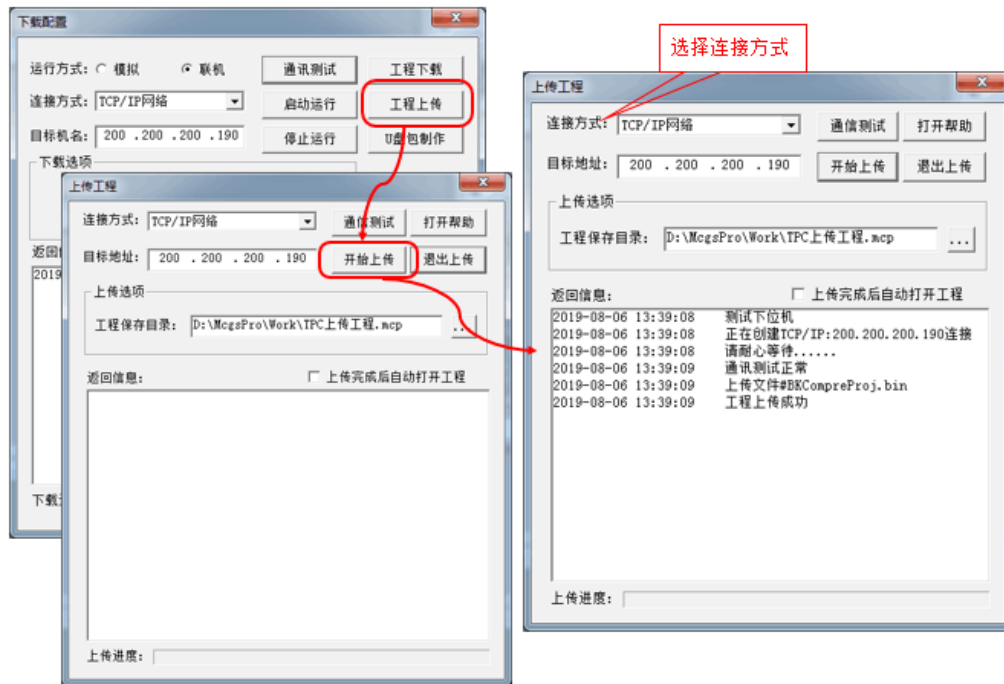

图 3.5.4
- 检查电脑 IP 和触摸屏 IP 是否在同一网段（设置方法参考 3.2.2）。打开 McgsPro 组态软件，点击  (或按 F5)，打开“下载配置”窗口。点击“工程上传”按钮，进入“上传工程”界面，通讯方式选择“TCP/IP 网络”，目标地址填写触摸屏 IP，点击“开始上传”。上传成功后，工程将会保存在“上传选项”指定的目录中。如图 3.5.4 所示。